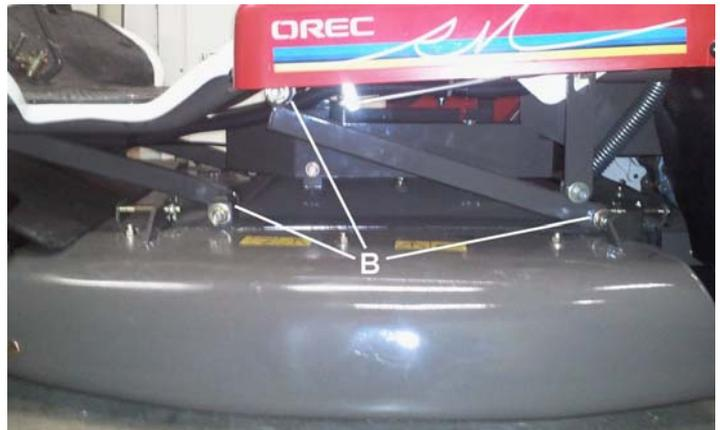

Figure 21
- Ne laissez pas la graisse en excès autour des pièces particulièrement en zone sableuse. Nettoyez les graisseurs sur les paliers, puis donnez un ou deux coups de pompe à graisse sur chaque graisseur de la machine (Figure 20). Utilisez exclusivement de la graisse au bisulfure de molybdène NLGI N°2. Mettre quelques gouttes d'huile de graissage sur les articulations (Figure 21).